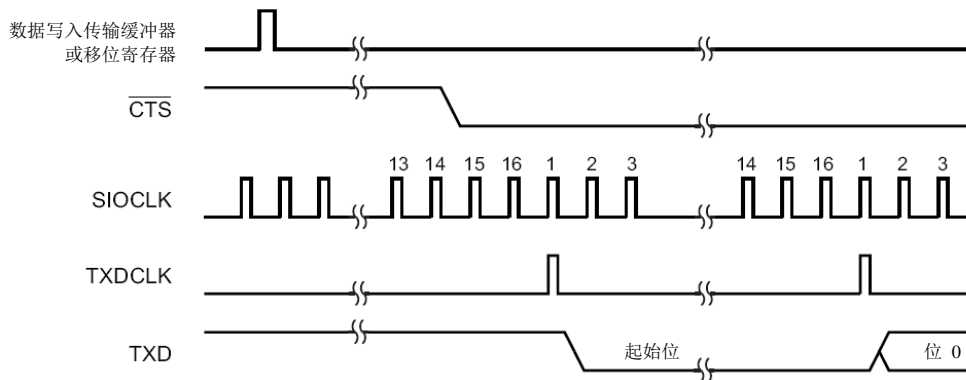

图 11-9 \overline{CTS} 信号时序
- 注 1: 如果该 \overline{CTS} 信号在传输期间被设置为“H”，则在当前传输完成之后，下一次数据传输即被暂停(图 11-9 中的点A)。
- 注 2: 在 \overline{CTS} 设定为“L”后，数据传输开始于TXDCLK 时钟的第一下降沿(图 11-9 中的点B)。